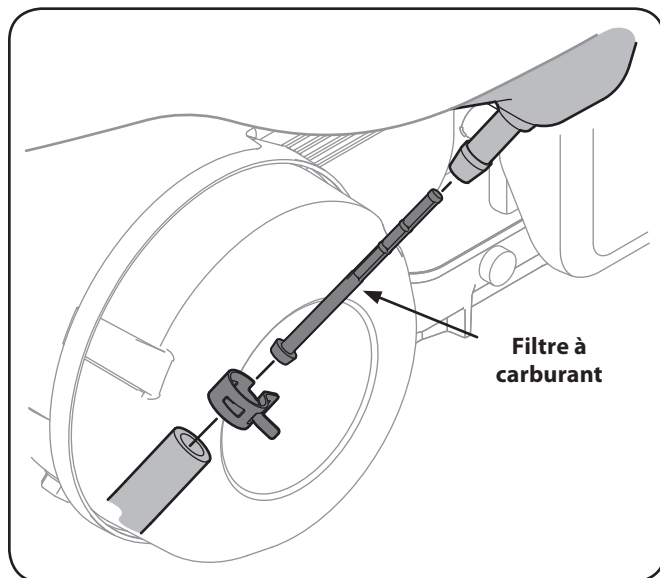

Figure 6-6
2. Enlevez la bride en C de la canalisation de carburant et débranchez celle-ci du réservoir de carburant. Voir la Figure 6-6.
4. Tenez le filtre neuf par l'extrémité à épaulement et insérez-le complètement dans l'orifice du réservoir de carburant. Voir l'encadré de la Figure 6-6.